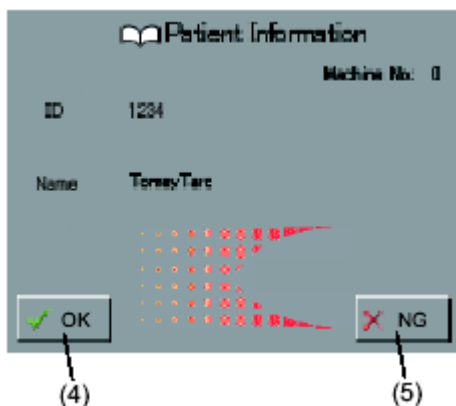

Рисунок 2
(Fig. 2)
(Рис. 2)
1) Чтобы открыть на экране окно просмотра сохраненных данных измерений (рис. 2), нажмите кнопку «Data» (1) на тактильно-сенсорной панели.
2) Выбранные данные измерений показываются в правой колонке для данных правого глаза (2) и в левой колонке для данных левого глаза (3) соответственно. Если сохраненных данных нет, то появляется сообщение «NO VALUE».
1) Нажмите на поле ввода данных толщины роговицы в центральной зоне (CCTR или CCTL) для тех данных, которые вы хотите скорректировать (1). Появится симулированная клавиатура. Введите заранее полученные данные толщины роговицы в центральной зоне.
2) Внутриглазное давление, скорректированное в соответствии с данными толщины роговицы, показаны в поле «aIOP» (2).
3) Нажмите клавишу «Fх» (3). Появится око для ввода коэффициента коррекции (Рисунок 2).
2) Если вы коснетесь полей ввода номера (1) или имени (2) пациента, то появиться виртуальная клавиатура с буквами и цифрами. Введите в соответствующих полях номер и имя пациента. Для подтверждения введенных данных нажмите на клавишу «OK» (3). После подтверждения введенных данных, откроется окно с данными пациента «Patient Information» (Рисунок 2). Если вы хотите провести данные временно, без их дальнейшего сохранения то можете не вводить идентификационного номера Пациента«Patient`s ID», а нажмите клавишу «OK» (3 на рисунок 1).
3) В окне с данными пациента «Patient Information» (Рисунок 2) проверьте правильность введенного идентификационного номера Пациента«Patient`s ID», а нажмите клавишу «OK» (4). После подтверждения введенных данных открывается окно измерения, в котором уже отображается полученный от оператора идентификационный номер Пациента«Patient`s ID» в соответствующем поле. Если нажать на клавишу "NG" (5), то введенные данные будут стерты и откроется предыдущее окно (Рисунок 1).
1) После окончания измерения, нажимав на кнопку «TOMEY Link» вы перейдете в окно "Patient Information, Send data screen" (Окно отправки данных в программу, данные пациента) (рис. 2) В случае, если включена функция Автоматической печати, то окно "Patient Information, Send data screen" оказывается (Рис. 2) после того, как данные автоматически распечатываются. В случае, если функция Автоматической печати выключена, вы можете распечатать данные до сохранения их в программе "TOMEY Link", если нажмете на клавишу «Print» (4).
2) Перед окончательной отправкой данных пациента еще раз проверьте правильность ввода ID пациента (2), и, если он введен правильно, нажмите кнопку «Send» (отправить) (3). Тогда, ID Пациента и относящиеся к нему данные измерения будут отправлены в базу данных программы. Если ID Пациента введен не правильно, то нажмите кнопку «Clear» (очистить) (6), и введите данные пациента заново. В случае, если вы нажали клавишу «TOMEY Link» (1) по ошибке, то нажмите кнопку «Cancel» (5) и вы возвратитесь к окну измерения без потери информации о пациенте и данных измерения.
Для выхода в окно Настроек (рисунок 2), нажмите кнопку «Setup» (Настройки) (1) на тактильно сенсорной панели на экране прибора. Затем, выберите нужные для редактирования параметры, нажимая на соответствующие им изображения (2) на левой стороне экрана и в открывающихся окнах производите настройку выбранных параметров измерения.